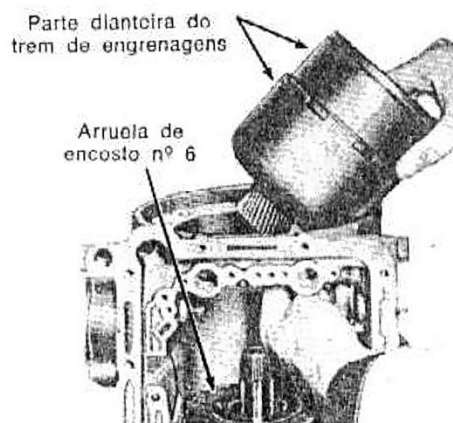

fig. 46 — remoção e instalação da parte dianteira do trem de engrenagens
12. Introduzir uma chave de fenda entre o tambor impulsor e o suporte das planetárias traseiras (fig. 45) e levantar o tambor e remover a parte dianteira do trem de engrenagens, como um conjunto (fig. 46).
- 25 Remover o tambor da cinta de marcha-à-ré e baixa (fig. 46).